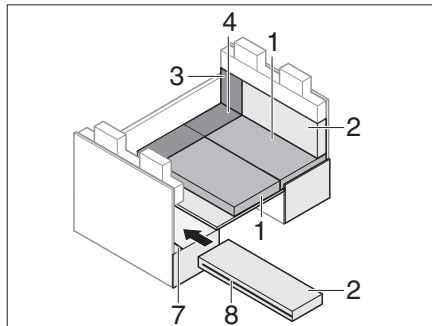

Bild 210 Während des Umbaus
- Reißverschluss (Bild 210,8) am Rückenpolster öffnen.
- Schlitz im Rückenpolster über ISOFIX-Traverse (Bild 210,7) stecken.